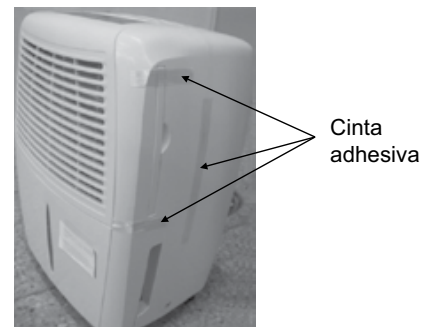

Fig. 1
- Cuando retire el deshumidificador de su empaque, encontrará cinta adhesiva plástica en varios lugares de la unidad (vea Fig. 1). Es sólo para su transportación. Quite la cinta adhesiva antes de utilizar su deshumidificador.